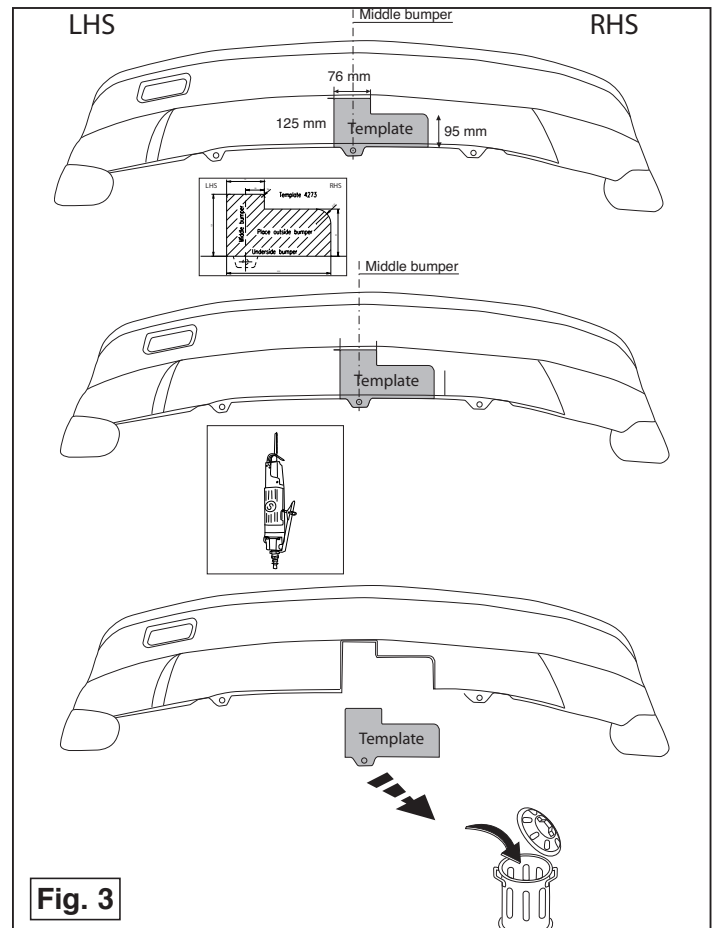

Fig. 3
6. Use the template to saw out the indicated section from the bumper. (place the template on the outside of the bumper). See figure 3.
6. Scier la partie du pare-chocs indiquée avec le gabarit. (Placer le gabarit sur le côté extérieur du pare-chocs). à la figure 3.